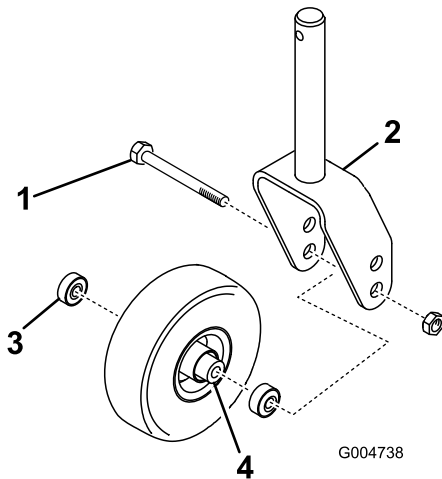
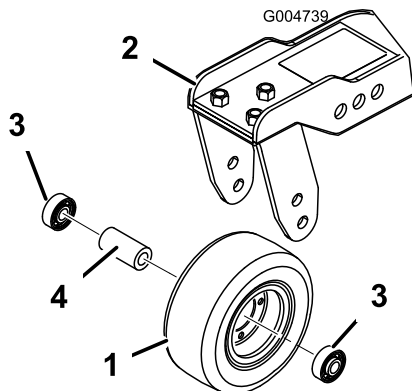

Figura 94
Figura 95
1. Retire la contratuerca del perno que sujeta el conjunto de la rueda giratoria entre la horquilla (Figura 94) o al brazo de pivote (Figura 95).
2. Retire el cojinete de la rueda y deje que se caiga el suplemento del cojinete (Figura 94 y Figura 95).